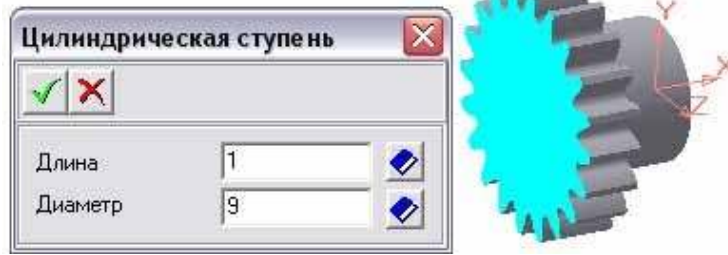

Рисунок 1.25 - Додавання на торцевій площині диска зубчастого колеса циліндричного виступу
14. Додайте на торцевій площині диска зубчастого колеса циліндричний виступ. Для цього, виберіть команду **Зовнішня циліндрична сходи́нка**, вкажіть дану торцеву площину, задайте необхідні параметри і завершіть побудову (рис. 1.25).